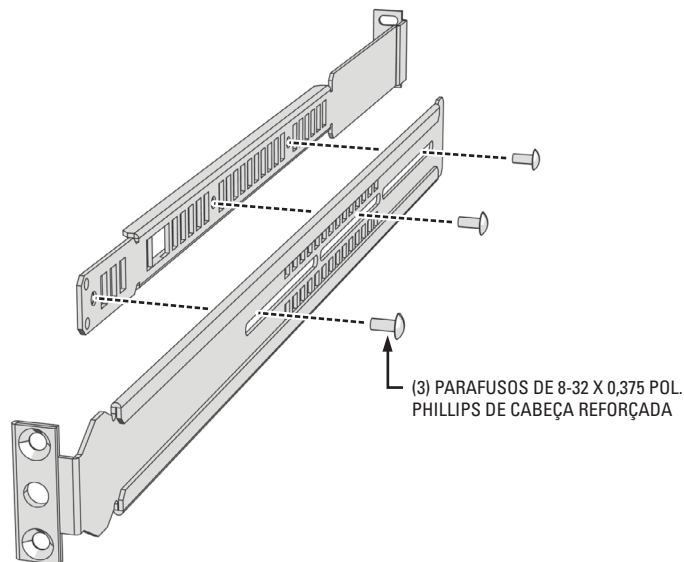

**Figura 7.** Montagem do trilho de suporte
3. Encaixe um trilho para montagem frontal em um trilho para montagem traseira. Monte os trilhos com as partes posteriores encostadas, como mostra a figura 7. Utilize três parafusos Phillips de cabeça reforçada de 8-32 x 0,375 pol. (fornecidos) para cada conjunto de trilhos. Deixe os parafusos frouxos até a etapa 9.